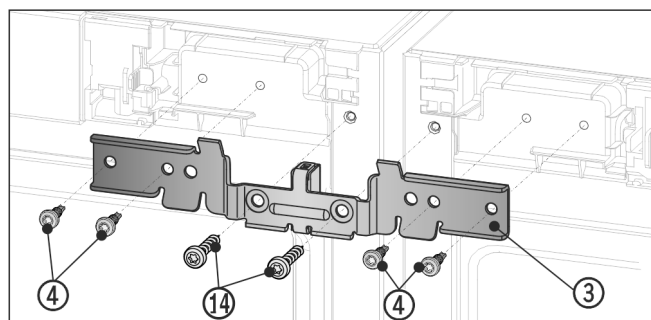

Fig. 12
- Far scorrere la squadretta Fig. 12 (3) con il distanziale fra le apparecchiature e sui perni. Avvitare la squadretta con quattro viti Fig. 12 (4) e le viti di messa a terra precedentemente svitate Fig. 12 (14) alternativamente a destra e a sinistra senza serrarle.